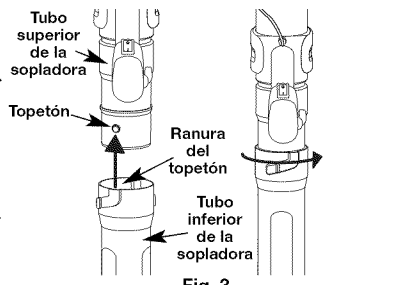

Fig. 3
1. Inserte el tope del tubo superior de la sopladora en la ranura de tope de la tubo inferior de la sopladora (Fig. 3).
2. Mientras sujeta el tubo superior del soplador, gire a la derecha el tubo inferior del soplador hasta que encaje en su lugar (Fig. 3).